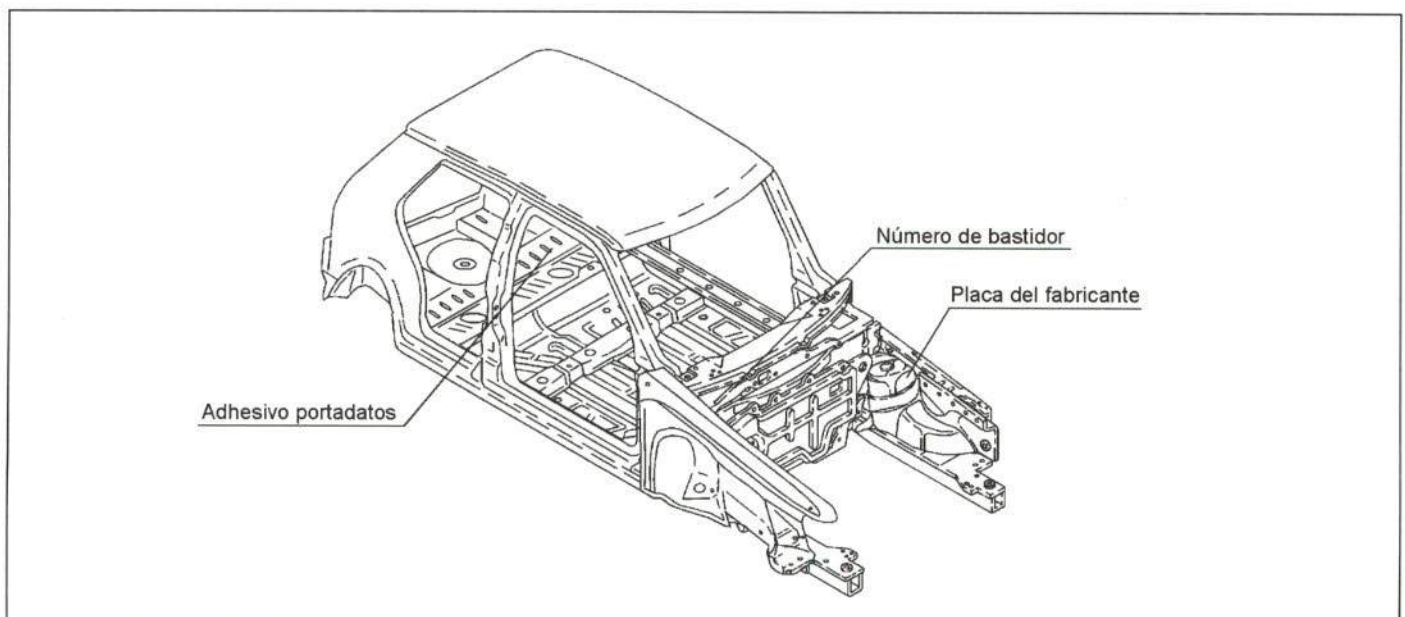

Figura 1.- Situación de las placas de identificación del vehículo y número de bastidor
Las características que identifican al vehículo se recogen, debidamente codificadas, en diversos puntos de la carrocería, tal y como se refleja en la figura 1.
- **El número de bastidor** se encuentra troquelado en la chapa salpicadero, entre el motor y el compartimento de los pasajeros (figura 1).